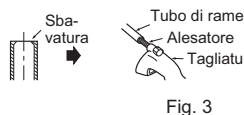

Fig. 3
- Nel collegare il tubo di scarico al tubo rigido in cloruro di vinile, avere cura di inserirlo saldamente all'interno di quest'ultimo. (Fig. 3)
- 4) Porre il coperchio dello scarico sulla sezione su cui il tubo di scarico deve essere applicato sul retro dell'unità interna. (Fig. 3)
- 2) Rimuovere completamente tutte le sbavature dalla sezione di taglio del tubo. (Fig. 3)